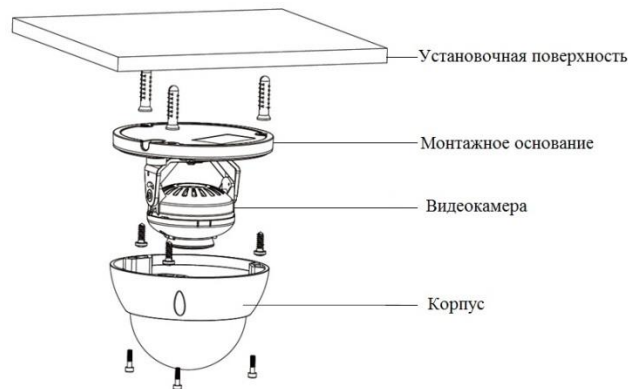

Рисунок 5.3
5.6 Прикрепите монтажное основание видеокамеры к установочной поверхности (рис. 5.3).